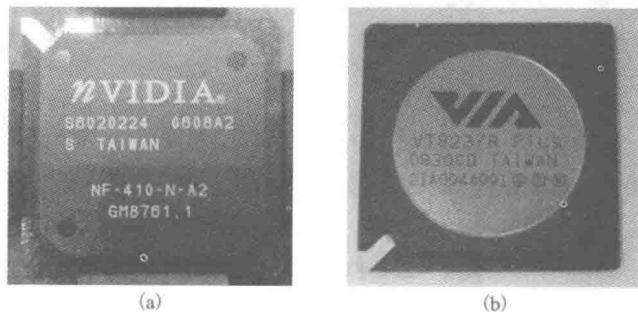

图 1-21 NVIDIA + VIA 南桥芯片
3. NVIDIA 南桥芯片 + VIA 南桥芯片(图 1-21)